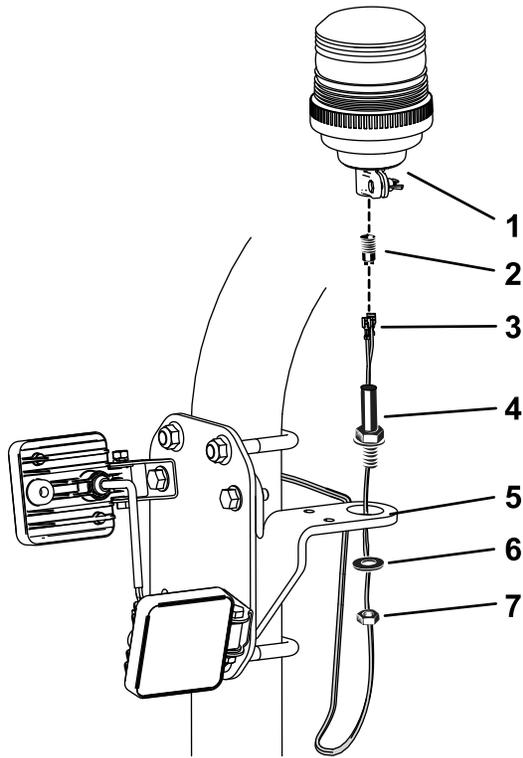

图 12
注意 可将警示灯接头旋出警示灯槽以便进行连接图 12。
5. 如图 12 所示将警示灯安装到支架上。